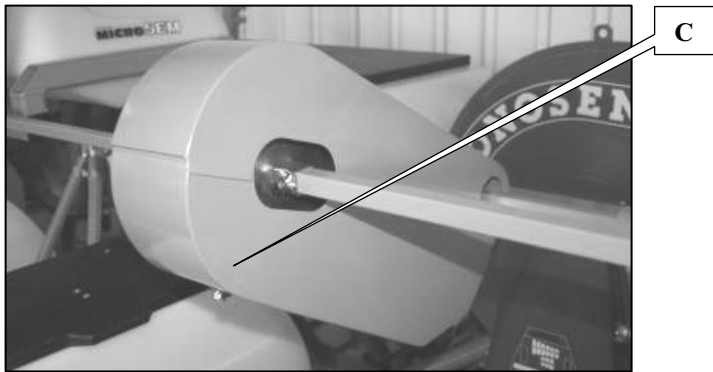
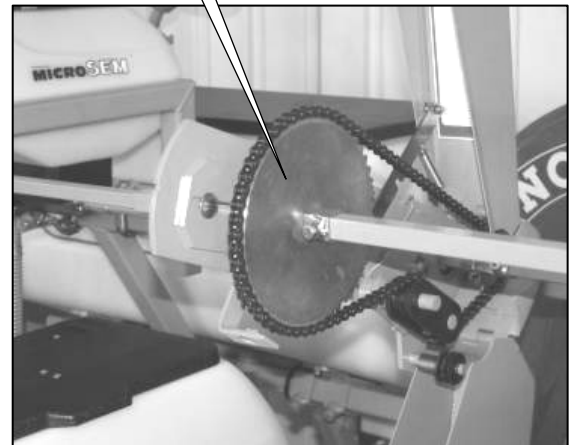

Fig. 2
Fig. 3
- 2 - Cambiare la posizione della catena su pignone a doppio dente (fig.2)
- 3 - Modificare la posizione (pignone 12 denti : H fig. 3, pignone 25 denti : G fig. 2)